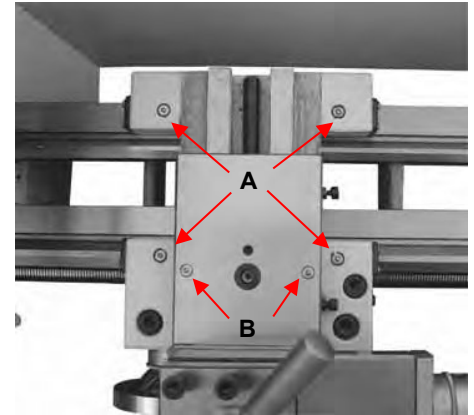

Abb. 36
2. Rändelschraube (B, Abb. 36) lösen und die Gleitfinger (C, Abb. 31) öffnen, bis die Lünette mit ihrem Finger um das Werkstück bewegt werden kann. Lünette in Position fixieren.
Schmieren Sie die vier Ölschlüsse (A, Abb. 36) einmal täglich mit 20W-Maschinenöl.
Schmieren Sie die beiden Ölschlüsse (B, Fig. 36) einmal täglich mit 20W Maschinenöl.